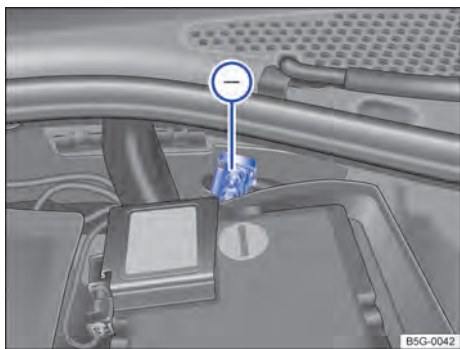

Fig. 216 No compartimento do motor: ponto de auxílio à partida (ponto de aterramento) ❶.
O ponto de auxílio à partida (ponto de aterramento) para conexão do cabo de auxílio de partida *preto* encontra-se no compartimento do motor → Fig. 216 ❶.